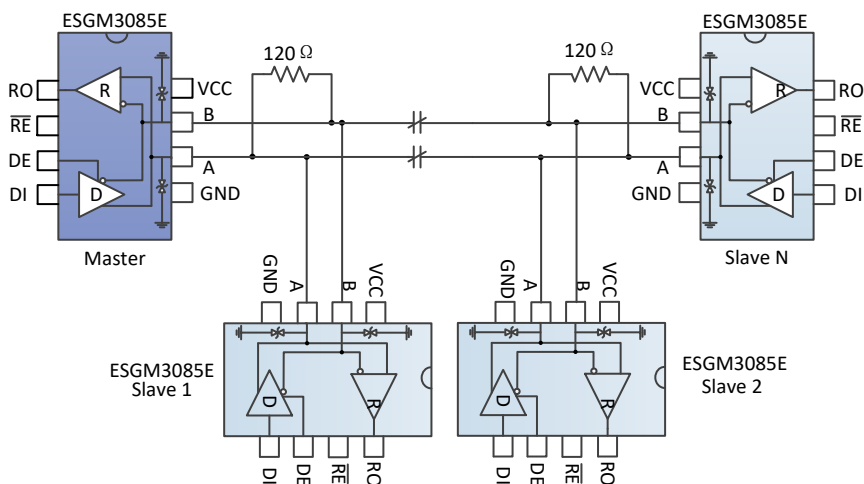

图 9 总线式 RS485 半双工通讯网络
4.1 总线式组网：ESGM3085E RS485 收发器设计用于多点总线传输线上的双向数据通信。图 9 显示了典型网络应用电路。这些器件也能用作电缆长于 4000 英尺的线性转发器，为减小反射，应当在传输线两端以其特性阻抗进行终端匹配，主干线以外的分支连线长度应尽可能短。